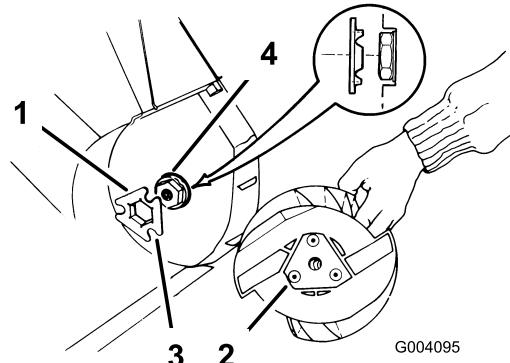

Bild 17
**Hinweis:** Die drei Ansätze am Rotorblätterende müssen mit den Schlitzen an der Kupplung ausgerichtet sein (Bild 17).